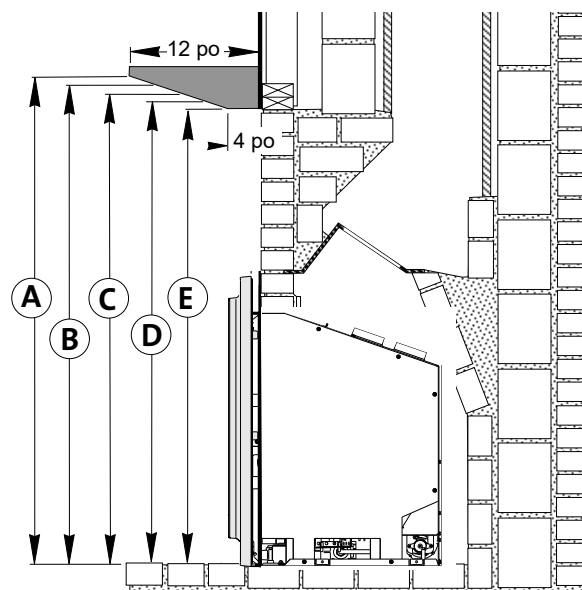

Figure 5.5. Exigences relatives au dégagement de base de la garniture et du manteau de la cheminée.
- E : Dégagement de la garniture supérieure de l'âtre : Voir la figure 5.5
- F : Dégagement du manteau de la cheminée de l'âtre : Voir la figure 5.5.
Mesurez les dégagements du plancher fini de l'ouverture du foyer. Voir la figure 5.5.